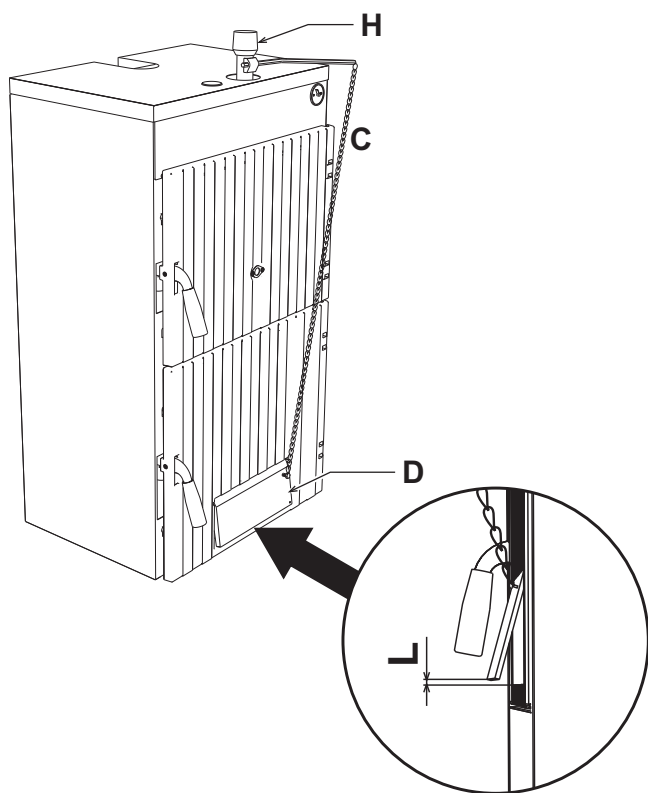

fig. 2 - Instalarea
2. Montați regulatorul termostatic "H" fig. 2.
4. Reglați șurubul de reglare al ușiței pentru priza de aer astfel încât, când ușița este sprijinită, să rămână în orice caz o trecere pentru aer de circa 1 - 2 mm maxim. Cu centrala rece, poziționați termostatul de reglare la 60°. Agățați lanțul "C" de ochiul corespunzător "D" al ușiței prizei de aer, reglându-i lungimea astfel încât trecerea pentru aer "L" (fig. 2) să fie de circa 15 mm pentru "cocs III" și 2 mm pentru "lemn".
Reglați șurubul de reglare al ușiței pentru priza de aer astfel încât, când ușița este sprijinită, să rămână în orice caz o trecere pentru aer de circa 1 - 2 mm maxim. Cu centrala rece, poziționați termostatul de reglare la 60°. Agățați lanțul de ochiul corespunzător al ușiței prizei de aer, reglându-i lungimea astfel încât trecerea pentru aer "L" (fig. 2) să fie de 15 mm pentru "cocs III" și 2 mm pentru "lemn".